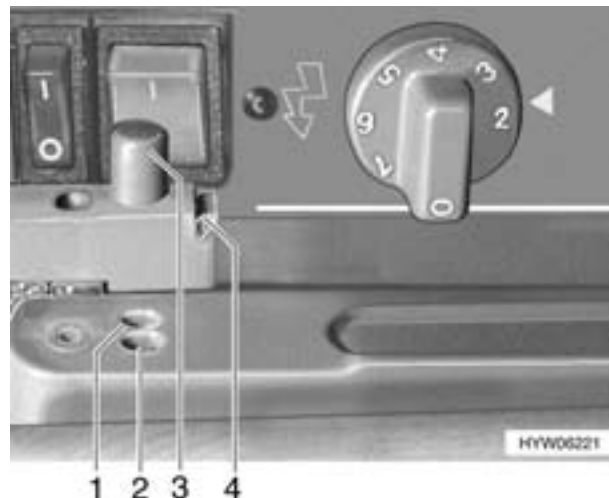

Bild 155 Arretierung der Kühlschranktür (Variante 1)
- Mit seitlichem Druck gegen den grünen Sicherungskeil (Bild 155,4) die Arretierung lösen. Der Verschlussbolzen (Bild 155,3) springt heraus.
- Verschlussbolzen (Bild 155,3) eindrücken, so dass er in die äußere Raststellung (Bild 155,2) einrastet.
- Verschlussbolzen (Bild 155,3) eindrücken, so dass er in die innere Raststellung (Bild 155,1) einrastet. Die Kühlschranktür bleibt damit leicht geöffnet.